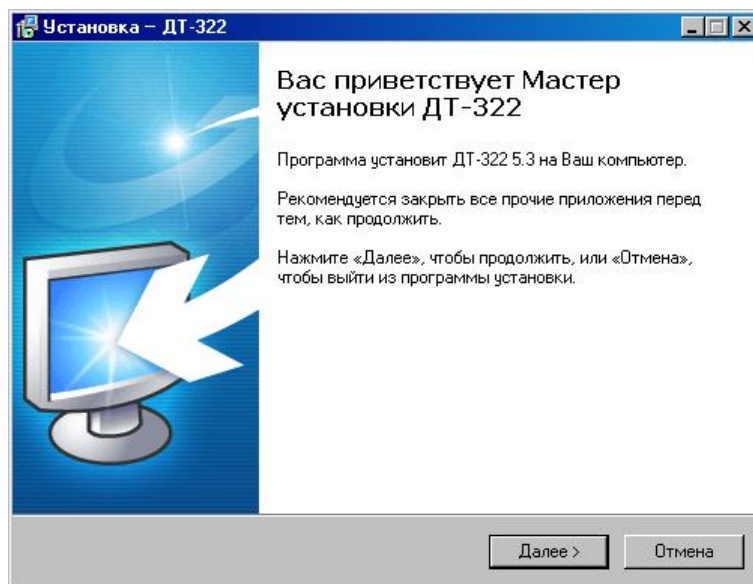

Рис.10. Первое диалоговое окно
- После запуска программы Setup на экране монитора появится диалоговое окно с приглашением в программу установки **DT-322** и рекомендациями по дальнейшим действиям (Рис.10).